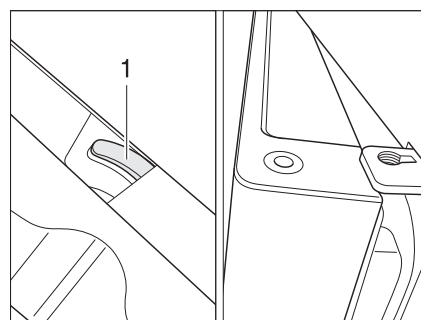

Fig. 207 Puerta del frigorífico/puerta del compartimento congelador en posición de ventilación (Dometic de la serie 7 con compartimento congelador separado)
- Empujar el bloqueo completamente hacia la derecha. La puerta del frigorífico/ puerta del compartimento congelador se fija con ayuda del bloqueo de la puerta (Fig. 207,1). De este modo, la puerta del frigorífico/puerta del compartimento congelador quedará ligeramente abierta (Fig. 207).